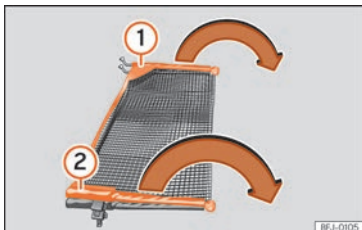

Abb. 201 Netztrennwand ausklappen.
- Querstangen »» (Abb. 201) ① und ② der Netztrennwand in Pfeilrichtung auseinander klappen, bis ein „Klick“ zu hören ist.